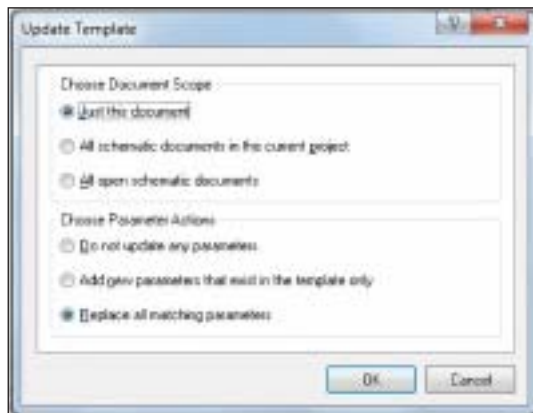

Рис. 8. Окно *Update Template*
2. В окне *Update Template* (рис. 8) устанавливаются опции обновления шаблона. Выберите опцию обновления только для текущего документа — *Just this document* и обновление всех параметров предыдущего шаблона на параметры нового — *Replace all parameters*.